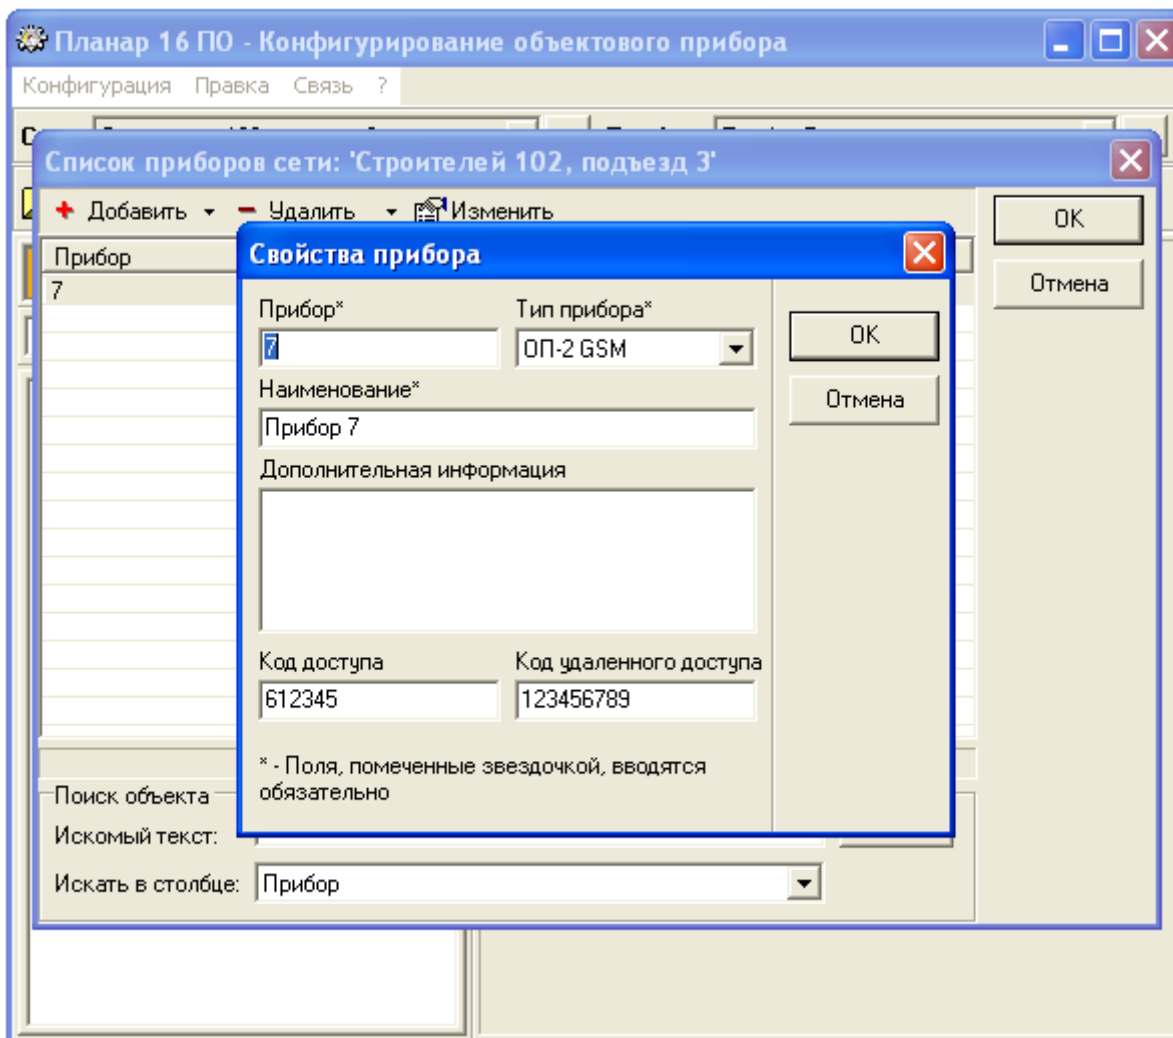

Рис. 6. Типовое окно редактирования свойств прибора в локальной сети.
12.2.2.3.10. Типовое окно программы конфигурирования объектового прибора в режиме редактирования его свойств показано на Рис. 6.